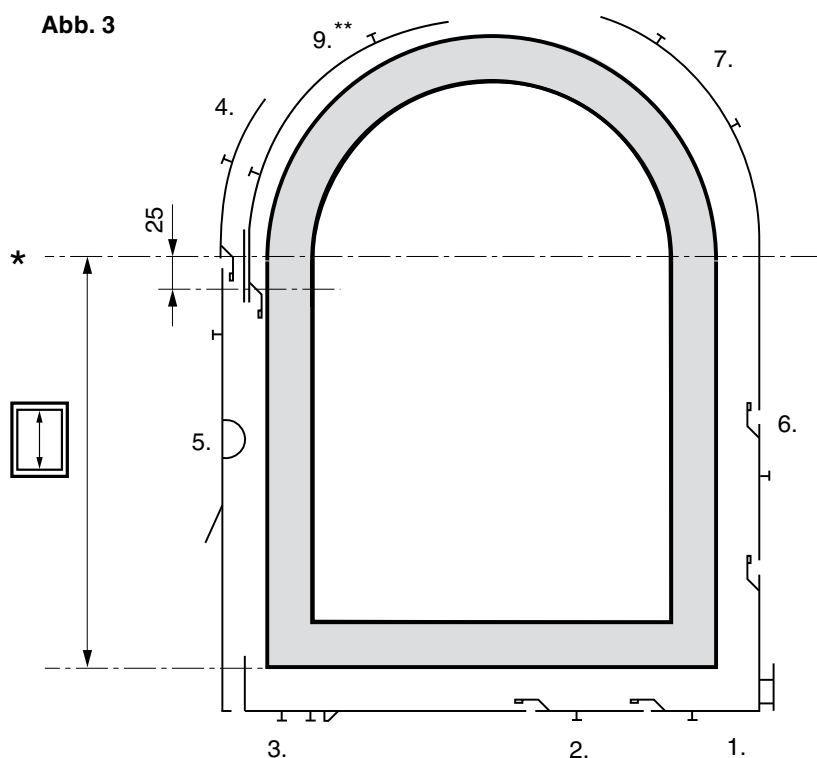

Abb. 1
- Eckumlenkung für Rundbogen 3. ablängen / verlängern, einlegen (Abb. 1) und verschrauben.